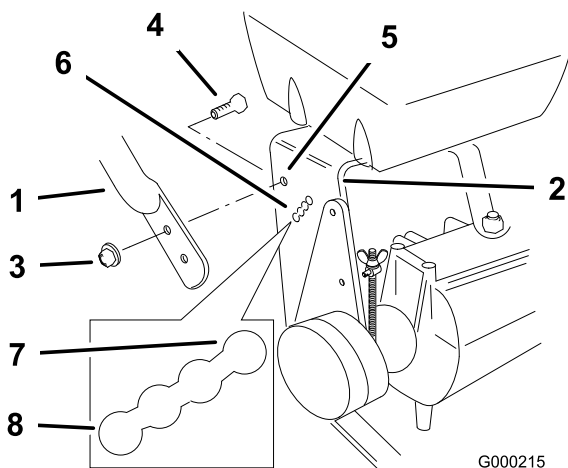

Bild 16
- Lösen Sie die oberen Bundschrauben (3/8" x 1") und die Bundmutter, mit denen der Holm am Hinterrahmen befestigt ist (Bild 16).
- Nehmen Sie die unteren Bundschrauben (3/8" x 1") und die Bundmutter ab, mit denen der Holm am Hinterrahmen befestigt ist (Bild 16).